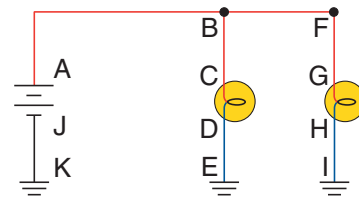

Figure 2-61
6. Référez-vous à la **figure 2-61**. Si l'on respecte le code de couleurs décrit dans ce chapitre pour l'identification d'un circuit sur un schéma électrique, identifiez le fil du circuit qui n'est pas de la bonne couleur sur l'illustration.